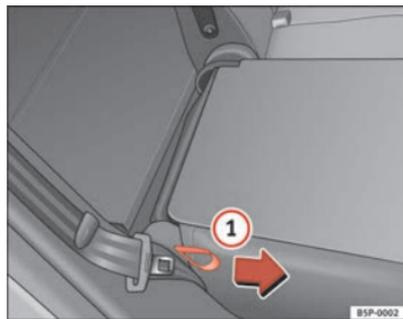

Fig. 98 Rabattre ou relever le dossier des sièges arrière
- Tirez sur la dragonne sur le côté de la banquette ⇒ fig. 98 ①.